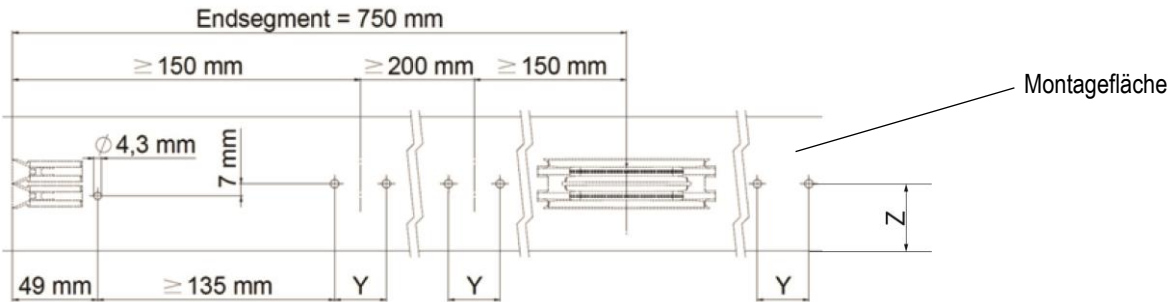
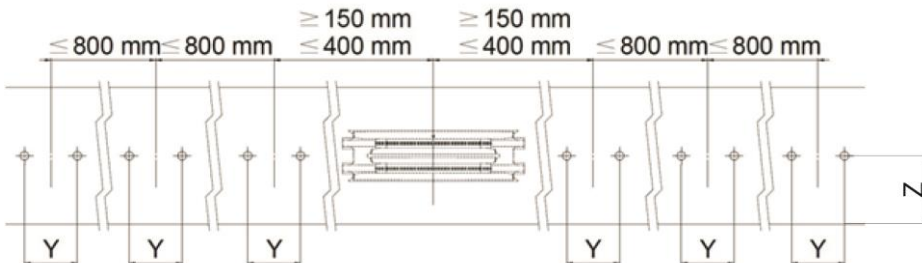
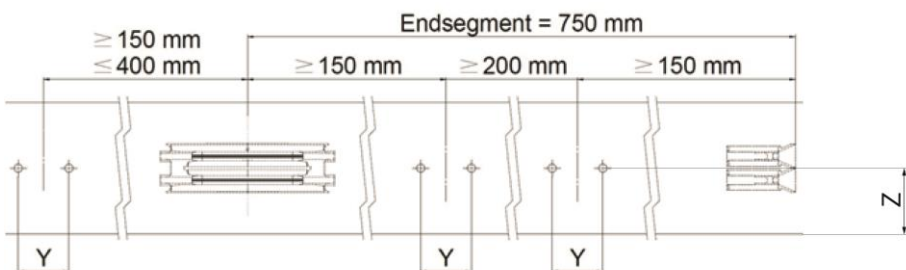

Abb. 17: Bohrungen für Anlagenanfang
Abb. 18: Bohrungen für Teilabschnitt
Abb. 19: Bohrungen für Anlagenende
→ Befestigungslöcher für Endkappensteg bohren, siehe Abb. 17
→ Alle weiteren Befestigungslöcher für die Schienenhalter bohren, siehe Abb. 18 und Abb. 19.
- Die Bohrungen für die Spreiznieten bohren (siehe Abb. 17 bis Abb. 19). Hierfür den entsprechenden Bohrdurchmesser der Tabelle 1 entnehmen.